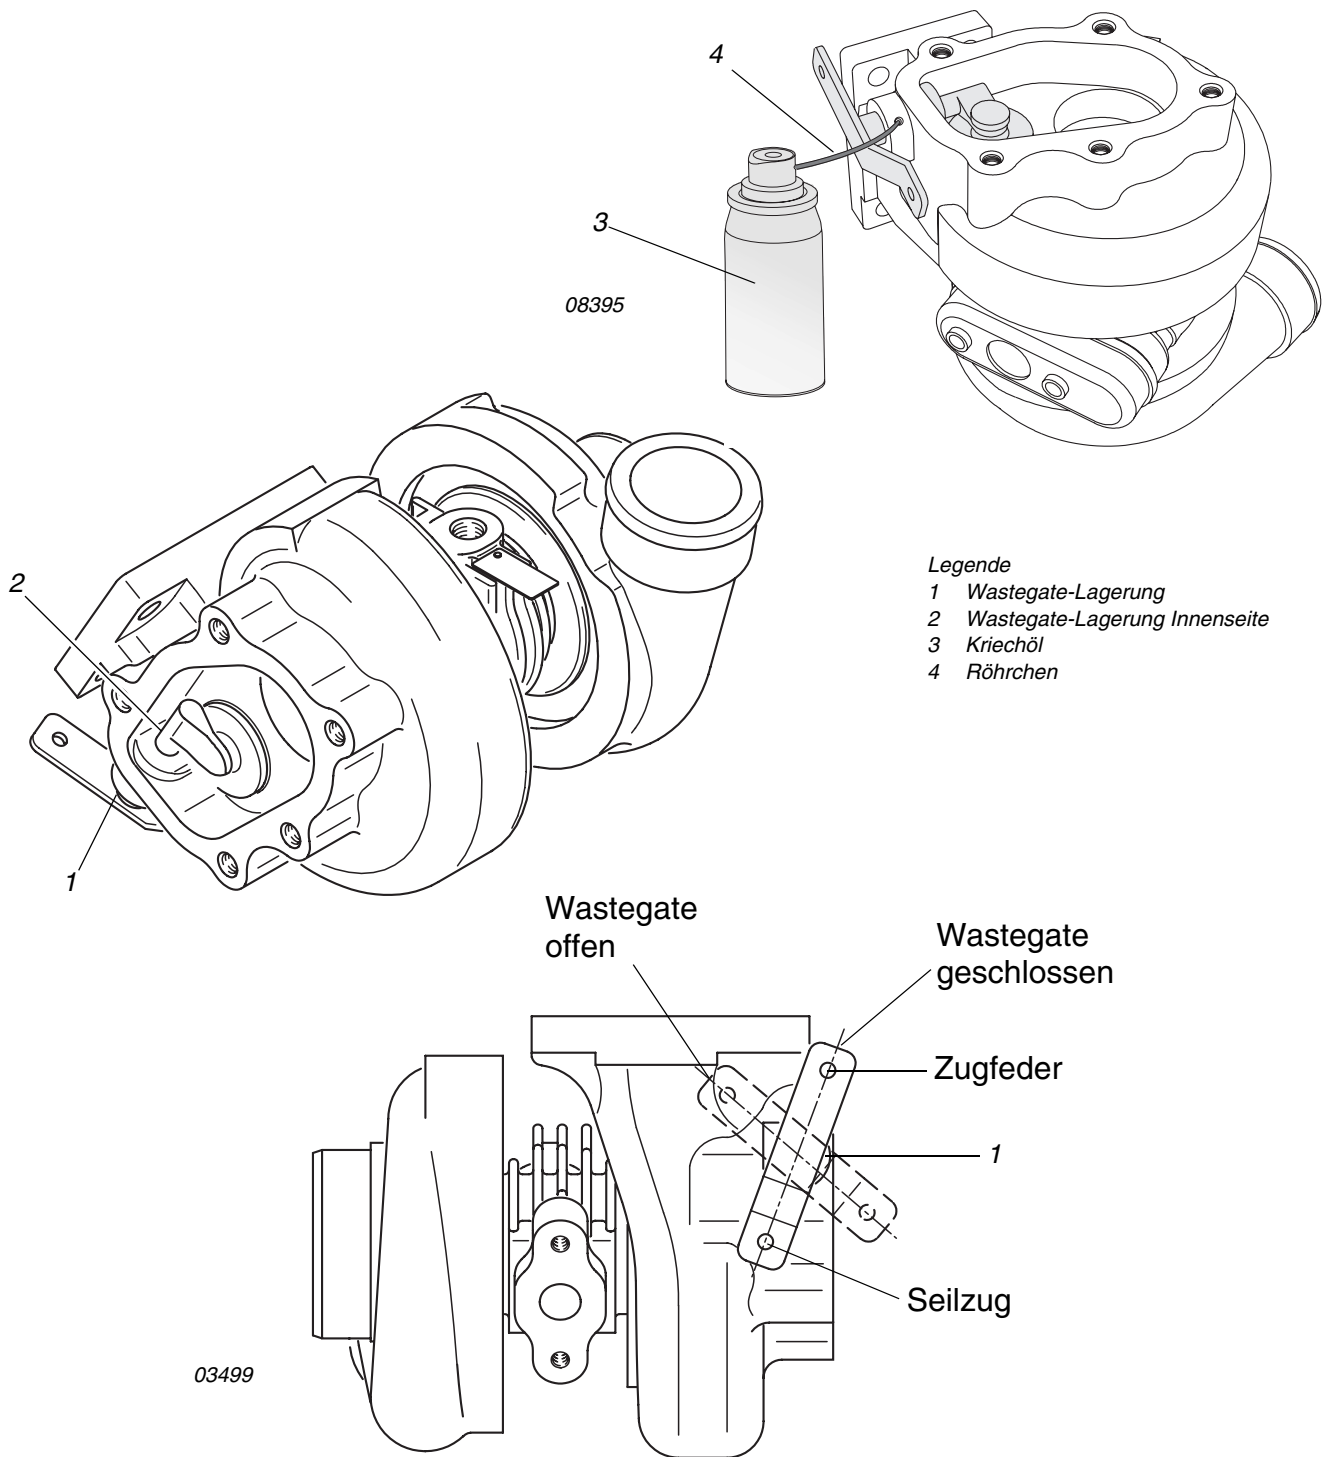

BILD 1
(siehe dazu Bild 1)
3. Kontrolle, Wastgate sollte von „Wastgate geschlossen“ zu „Wastgate offen“ und zurück in „Wastgate geschlossen“ durchlaufen. Dieser Vorgang sollte nicht länger als 5 Sekunden dauern. Kontrolle, ob dabei die Positionen „Wastgate offen“ und „Wastgate geschlossen“ erreicht werden (siehe dazu Bild 1).